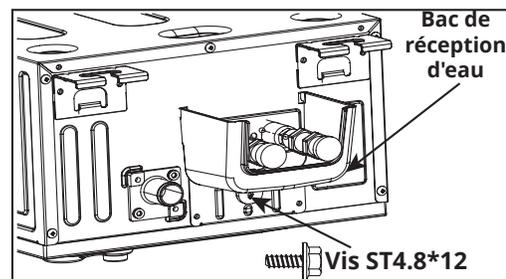

Figure 5.15
1. Placez le plateau de réception d'eau sous les connecteurs et fixez-le en place avec un ST4. vis 8*12 (voir la figure 5.15). **REMARQUE : Deux vis ST4.8*12 sont incluses, l'une d'entre elles est à conserver comme réserve.**